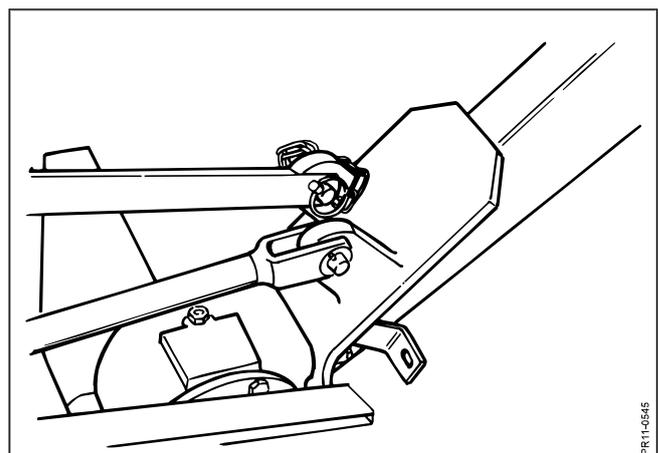

Fig. 1-12
- Fig. 1-12:** Der Hubzylinder wird an die Schneideinheit montiert. Am einfachsten wird die Kolbenstange herausgezogen. Um dies zu machen, muß das Öl in dem Zylinder durch die Schnellkupplung des Hydraulikschlauches in einem leeren Kanister ausgepresst werden.